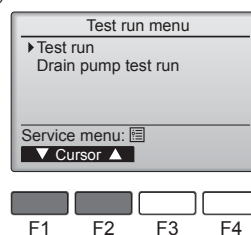

Fig. 6-4
④ Vælg "Test run" (Testkørsel) med [F1]- eller [F2]-knapen, og tryk på [VÆLG]-knapen. (Fig. 6-4)